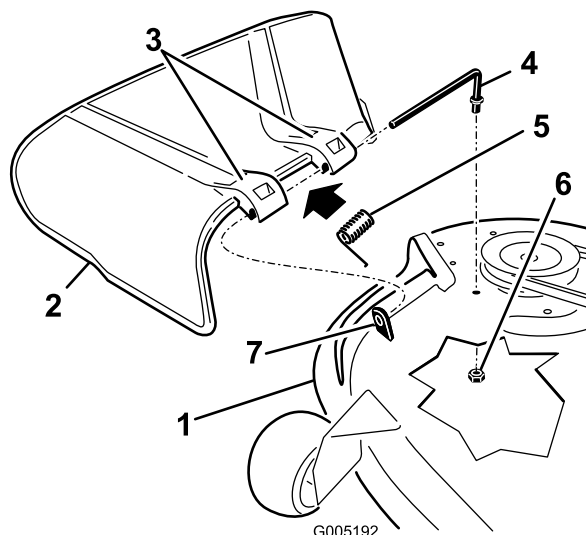

Figura 60
2. Retire la varilla del espaciador corto, del muelle y del deflector de hierba (Figura 60).
4. Vuelva a colocar el deflector de hierba (Figura 60).
7. Deslice la varilla por el segundo soporte del deflector de hierba (Figura 60).
9. Sujete el extremo trasero de la varilla al cortacésped con una tuerca ($\frac{3}{8}$ "), según se muestra en Figura 60.
1. Retire la tuerca ($\frac{3}{8}$ ") de la varilla (debajo del cortacésped) (Figura 60).